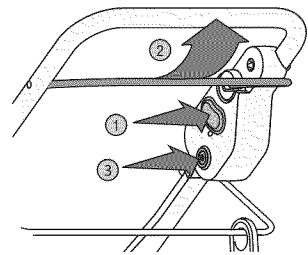

Fig. 6
4. Appuyez sur le démarreur (bouton rouge) et maintenez-le enfoncé (Fig. 6, n° 1).
5. Lorsque vous maintenez le bouton du démarreur enfoncé, relevez la barre de commande contre le guidon (Fig. 6, n° 2) pour démarrer le moteur et entraîner le mouvement des couteaux.
2. Appuyez sur l'interrupteur de surintensité, pour réinitialiser l'interrupteur (Fig. 6, n° 3).